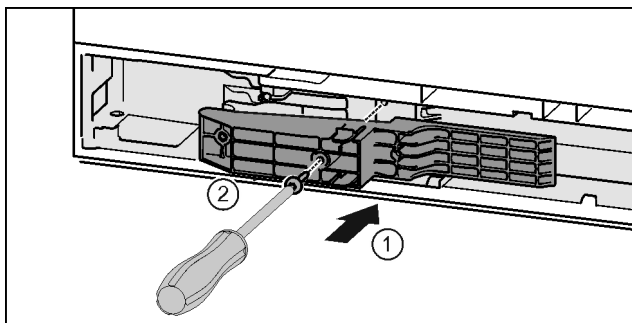

Fig. 36 *
- ▶ Introduceți adaptorul în canelura de pe partea mânerului. Fig. 36 (1)*
- ▶ Însurubați ferm șuruburile cu șurubelnița T15. Fig. 36 (2)*